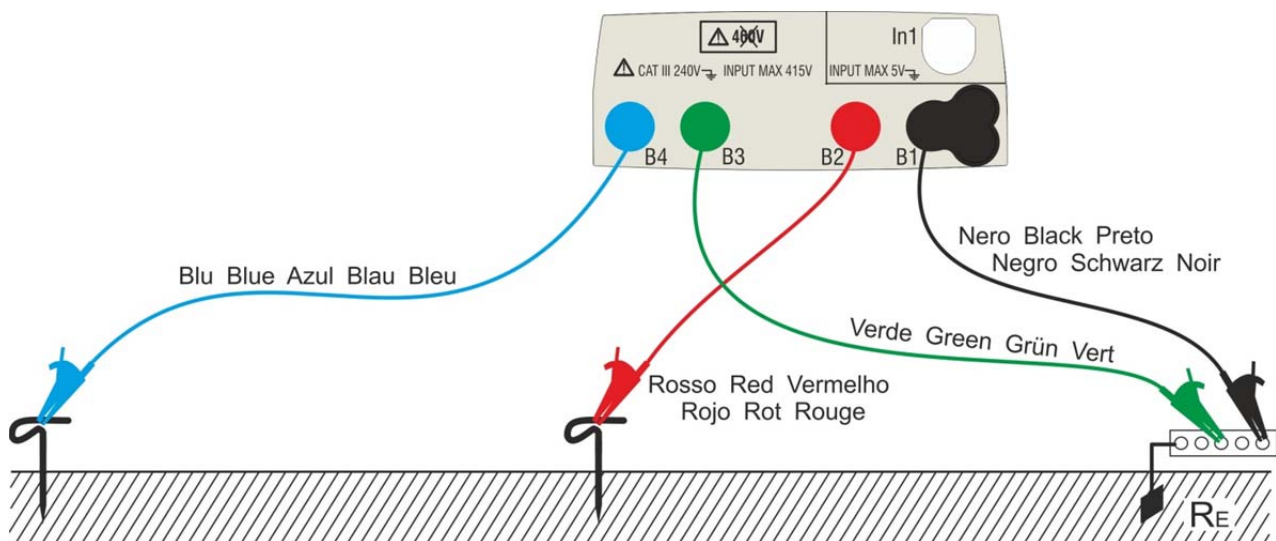
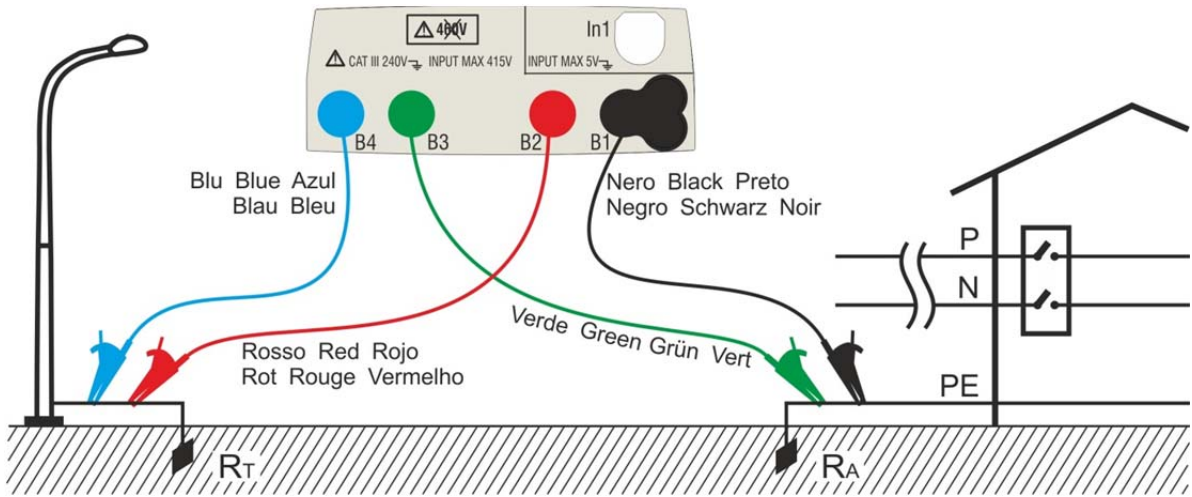
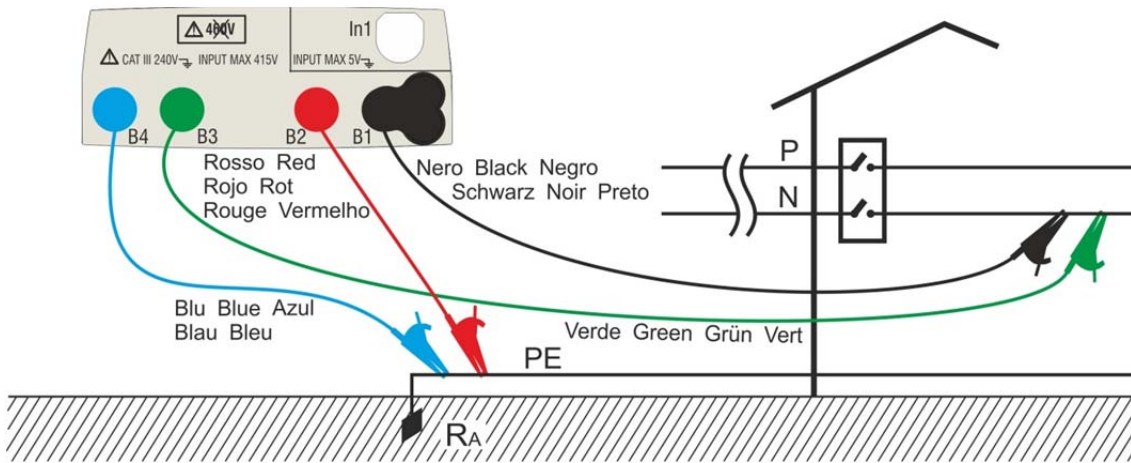
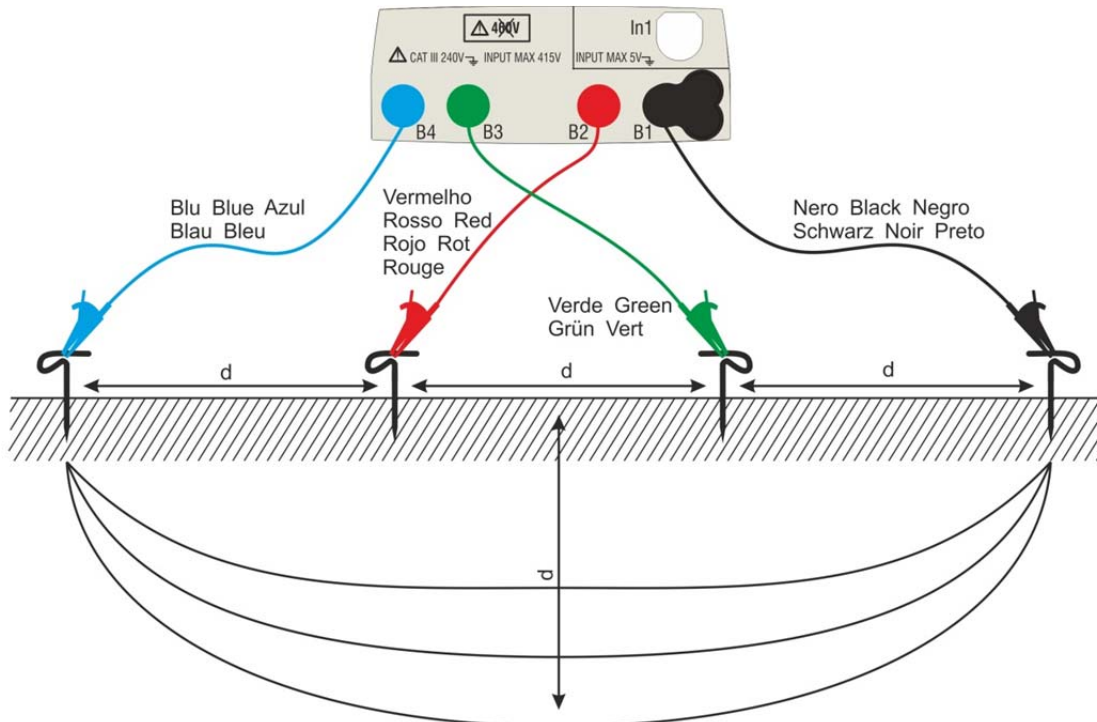

Abb. 28: 3-Punkt Erdungsmessung
Abb. 29: 2-Punkt-Erdungsmessung (mit Hilfssonde)
Abb. 30: 2-Punkt Erdungsmessung über N- Leiter an der Schalttafel
Abb. 31: Messung des spezifischen Erdwiderstandes
- 12 Schließen Sie die Krokodilklemmen an die Erdspeße und an das zu messende System entsprechend Abb. 28, Abb. 29, Abb. 30 oder Abb. 31 an.